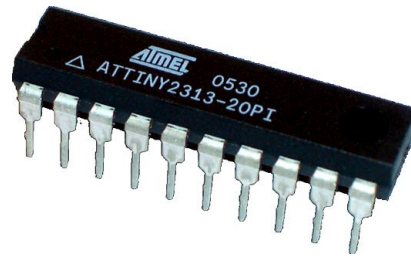

Рис. 1. Микроконтроллер
*Микроконтроллер* (рис. 1) – это маленький компьютер на одном кристалле, который совмещает в себе процессор, оперативную память и флеш-память (постоянное запоминающее устройство), генератор тактов (резонатор), а также интерфейс для периферийных устройств. По объему производства в 2006 году 55 % всех выпущенных процессоров – это микроконтроллеры. Примеры области использования МК: промышленность, медицина, транспорт, робототехника, бытовая техника, умный дом, игрушки.